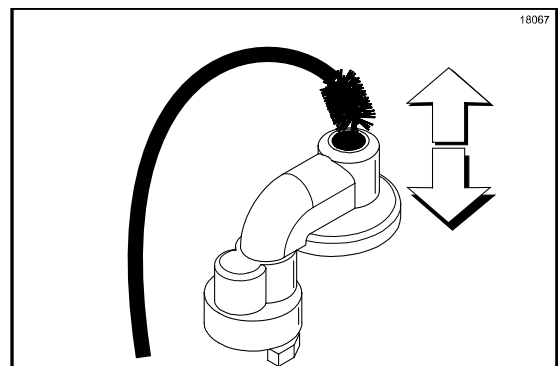

Figure 86
8. Insérer la brosse noire gainée dans le bas de la vanne d'arrivée. Déplacer la brosse d'avant en arrière pour frotter cette zone, tout particulièrement autour de la bille d'acier (Cf. Figure 86).